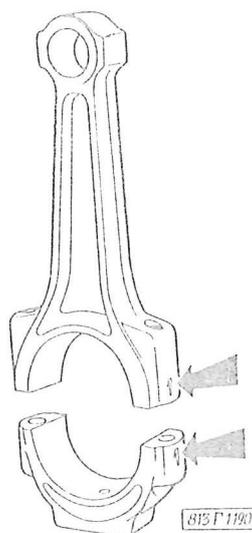

Abb. 03-80 Montage der Pleuelstangen
37. Das Kurbelgehäuse im Montageständer umdrehen. Pleuelstangen mit annähernd gleichem Gewicht aussuchen. Der grösste Gewichtsunterschied zwischen der leichtesten und schwersten Pleuelstange darf 12 Gramm nicht überschreiten. Die Pleuelstangen sind vom Herstellungswerk mit Nummern bezeichnet, die an der Pleuelstange und auch am Pleuelstangendeckel eingepreßt sind (Abb. 03-80). Die Kurbelzapfen der Pleuelstange einölen und die Pleuelstangen so einbauen, dass die Nummer am Pleuelstangendeckel sich auf der Seite befindet, auf der die Nummer an der Pleuelstange eingepreßt ist. Wenn ursprüngliche Pleuelstangen eingebaut werden, sind diese so einzubauen, wie sie ursprünglich eingebaut waren. Die Pleuelstangen-Schrauben werden mit dem Schlüssel N-1772B und dem Verlängerungsstück URN-0002 auf $11 \begin{matrix} + 0,5 \\ - 0,0 \end{matrix}$ kpm angezogen.